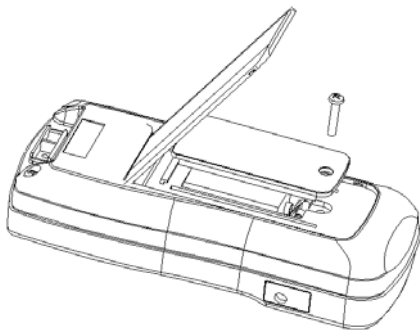

Figura 10.- Sustitución de la pila
1. Extraiga el tornillo y retire la tapa inferior como se muestra en la figura 10.
1. Aflojar los tornillos con un destornillador adecuado y retirar la tapa del compartimiento de la pila como se indica en la figura 10.